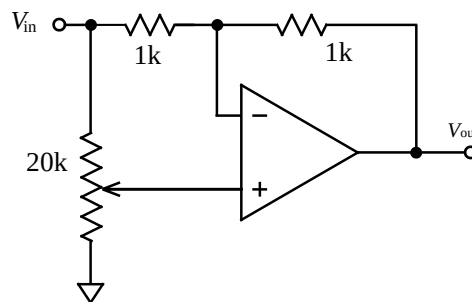

Figura 5: Amplificador de ganancia variable
En el circuito de la figura 5, cuál es la ganancia en voltaje cuando el potenciómetro de ganancia está ajustado al máximo? Y al mínimo? Y en el centro?
- *Amplificador de ganancia variable*: Armar el circuito de la figura 5 y relevar la ganancia de una señal de aproximadamente 500 Hz en función del valor de la resistencia de ajuste. Comparar con el valor esperado.